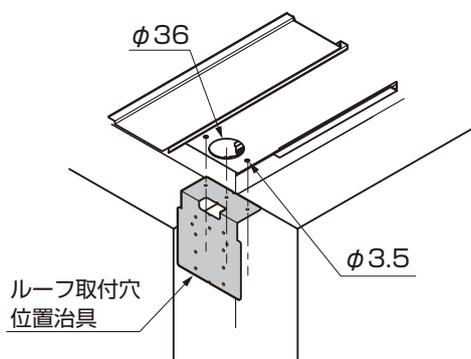
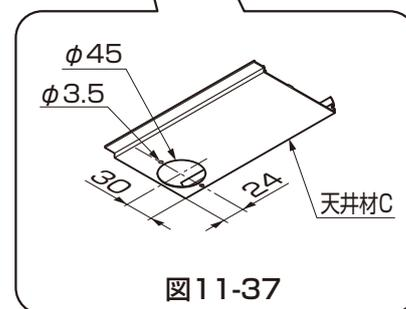

図11-36 A部詳細図
図11-37
- ルーフ取付穴位置治具の折り曲げ部を樋の入隅部に突き当てると正確に位置出しができます。（図11-36参照）
- ②アタッチメントパッキンを雨樋アタッチメントに貼付けて樋に【6-1】で取付けてください。
③天井材Cにφ45の穴を現場加工してください。（図11-37参照）
④天井材Cを取付けてください。